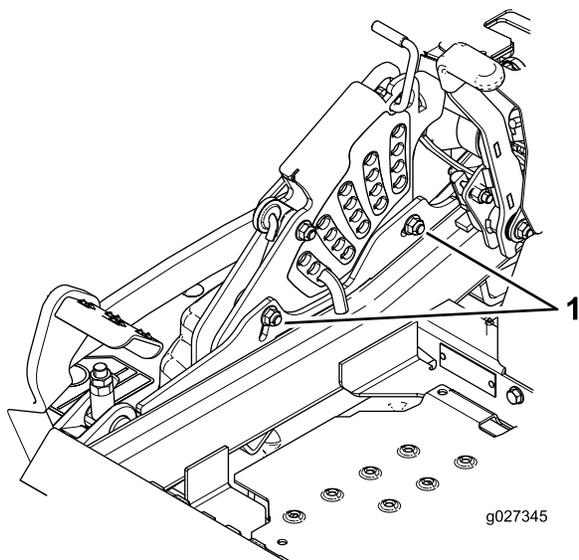

Figura 95
12. Per agire sull'impianto di regolazione da un punto unico, allentate i due bulloni alla base della piastra dell'altezza di taglio. Vedere Figura 95.
14. Serrate i due bulloni alla base della piastra dell'altezza di taglio (Figura 95). Serrate a 37-45 N·m.